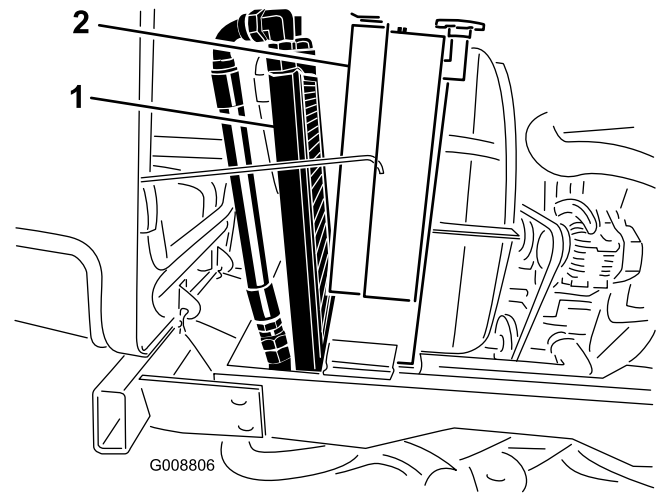

Figura 68
3. Gire el enfriador hacia atrás. Limpie a fondo ambos lados del enfriador de aceite y la zona del radiador (Figura 68) con aire comprimido. Empezando en la parte del ventilador, sople los residuos hacia la parte trasera. Luego, limpie desde atrás, soplando los residuos hacia adelante. Repita este procedimiento varias veces hasta eliminar todos los residuos.